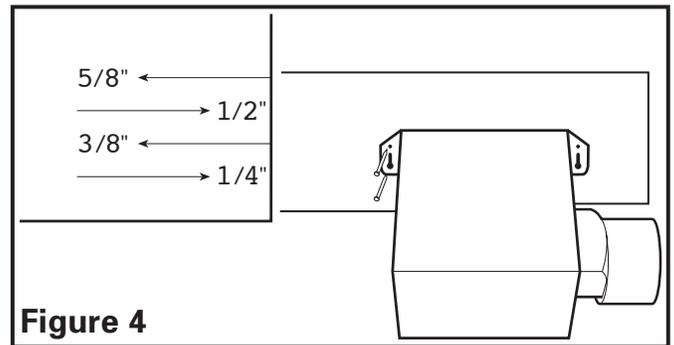
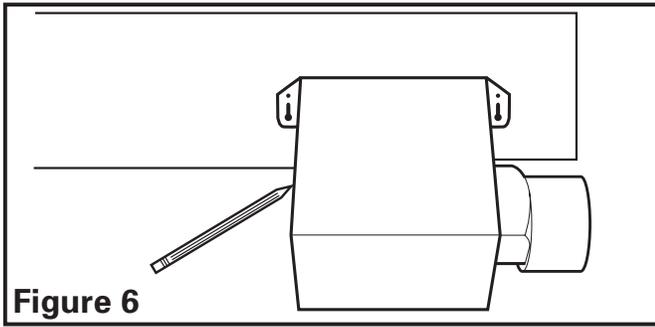

Figure 4
Figure 6
- Installation des Onglets de Montage:** à l'aide des guides sur le châssis du ventilateur, aligner le châssis pour qu'il soit à effleurement avec le plafond fini. Positionner le ventilateur pour que les onglets reposent à plat contre la solive et fixer en place à l'aide de quatre vis ou clous (non-comprisés) pour assurer une bonne installation (**Figure 4**).
- Installation des Onglets de montage:** positionner le châssis contre la solive et tracer un contour du châssis sur le matériau du plafond (**Figure 6**). Mettre le châssis de côté et découper l'ouverture, en prenant soin de ne pas couper de câble électrique dissimulé ou autre utilité. Placer le châssis près de la solive et vous assurer qu'il soit à effleurement avec le plafond fini. Fixer avec quatre (4) clous (non-comprisés) pour assurer une installation adéquate (**Figure 4**).